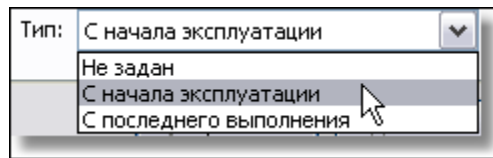

Рис. 7.7
- Из выпадающего списка поля **Тип** выберите значение, определяющее, измеряется ли **Период** с момента начала эксплуатации изделия или с момента выполнения последнего обслуживания (Рис. 7.7).